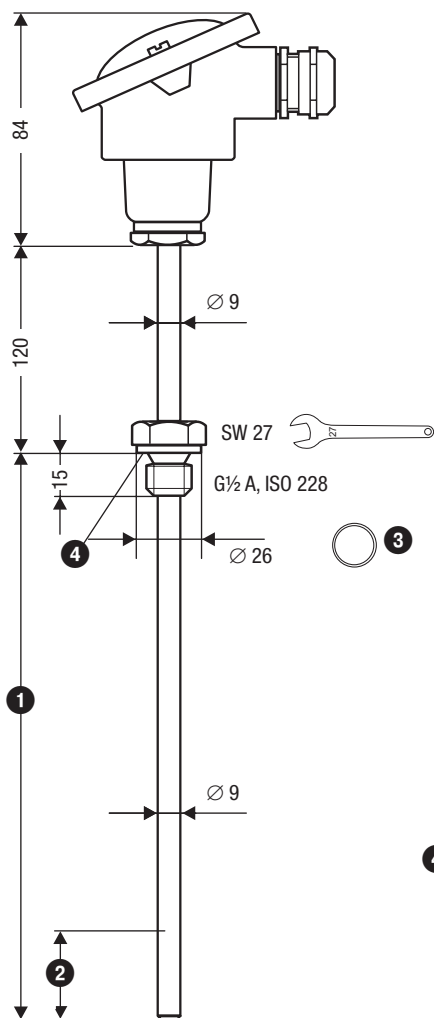
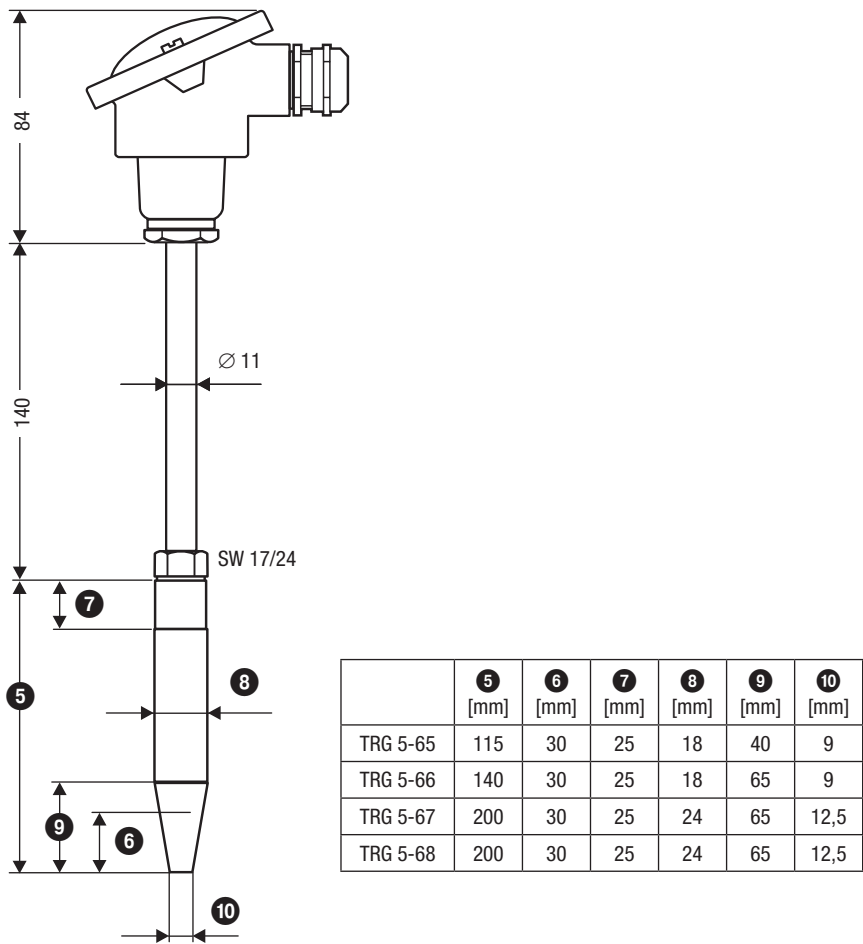

Fig. 2
Fig. 4
- Installieren Sie den Temperaturfühler so, dass der temperaturempfindliche Teil 2, 6 ständig in das Medium eintaucht. **Fig.2 und Fig.4**